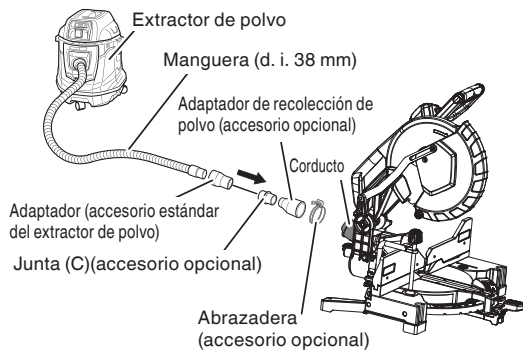

Fig. 36
10. Conectar el extractor de polvo (se vende por separado) (Fig. 36)
La conexión se realiza pulsando en la dirección de la flecha. (Fig. 36)